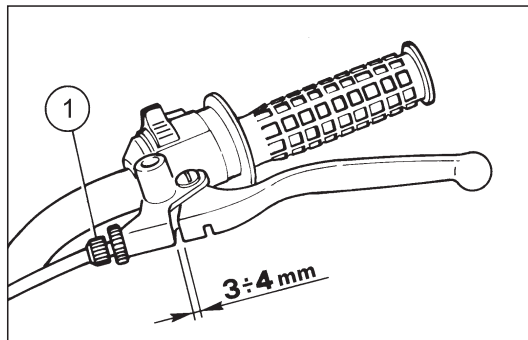
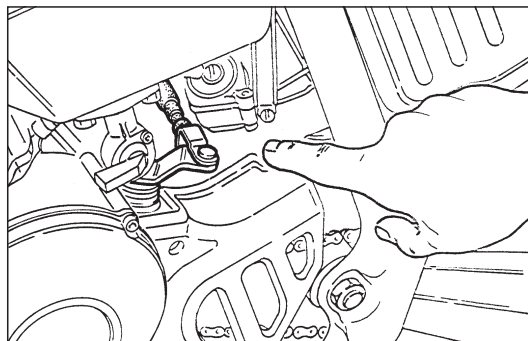

Fig. 11
Fig. 12
Este modelo está equipado con dos dispositivos de regulación para la longitud del cable del embrague. Controlar periódicamente la correcta regulación del cable embrague, comprobando que la carrera en vacío de la palanca de mando sea de $3 \div 4\text{ mm}$ (Fig.11). Si la medida no se hubiera respetado, actuar sobre el registro de la palanca de mando (1), o bien en el registro colocado en el cárter del motor (Fig. 12).